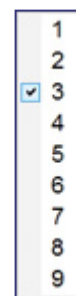

Figure 78. Menu taille d'incrément global.
- ② **Taille d'incrément global (Figure 78).** Affiche un menu des paramètres de taille d'incrément pour *Cardiodrive* de 1 à 9 mm. La valeur par défaut est 3 mm.